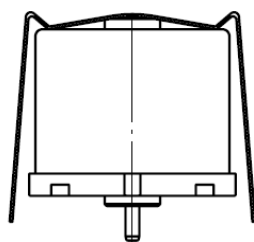

Abb. 5: Bridenbefestigung
3. Um den Motor mit Bride (Abb.5) zu befestigen, einen Bügel mittig über den Motor positionieren und im Gegenstück halten.